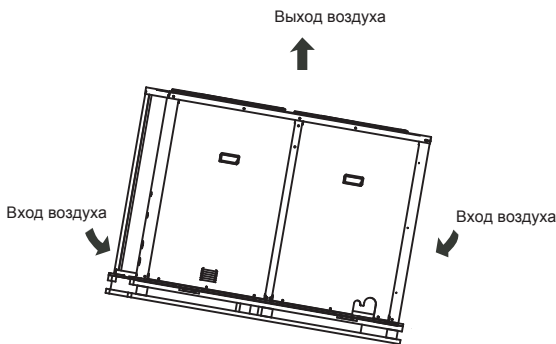
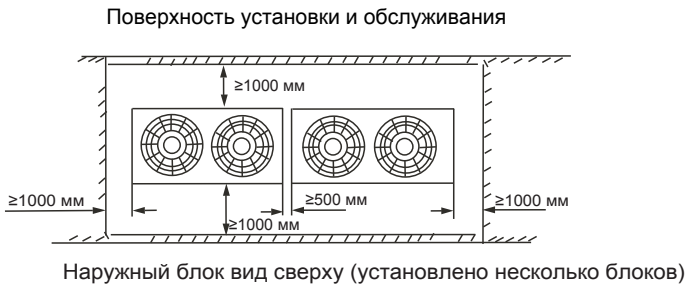

Рис. 4-1
Рис. 4-2
- При установке прибора, оставьте пространство для технического обслуживания, как показано на следующем рисунке. Установите источник питания на стороне наружного блока. Процедуру установки смотрите в соответствующем руководстве по установке. Убедитесь, что достаточно места для установки и обслуживания (см. Рис.4-1 и Рис.4-2)